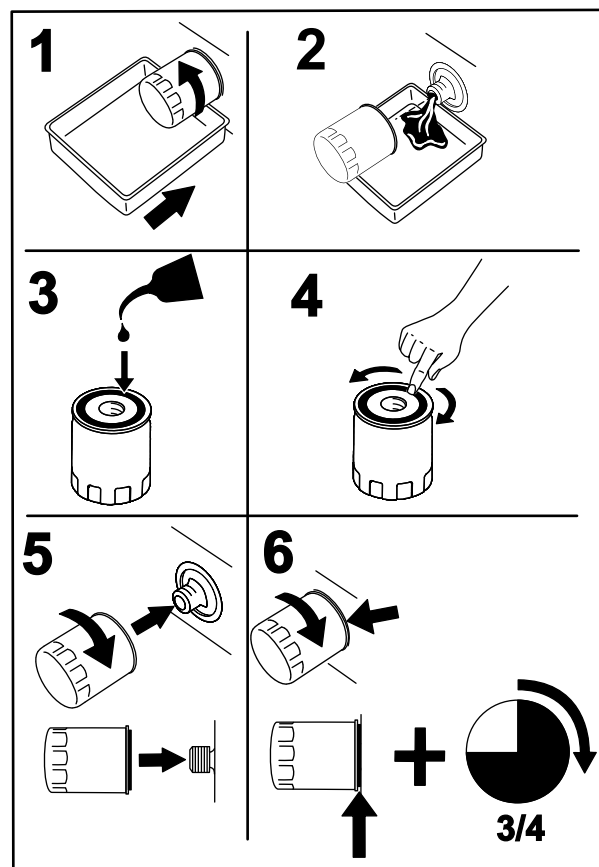

Figure 72
9. Placez un bac de vidange sous le filtre de collecteur (Figure 72).